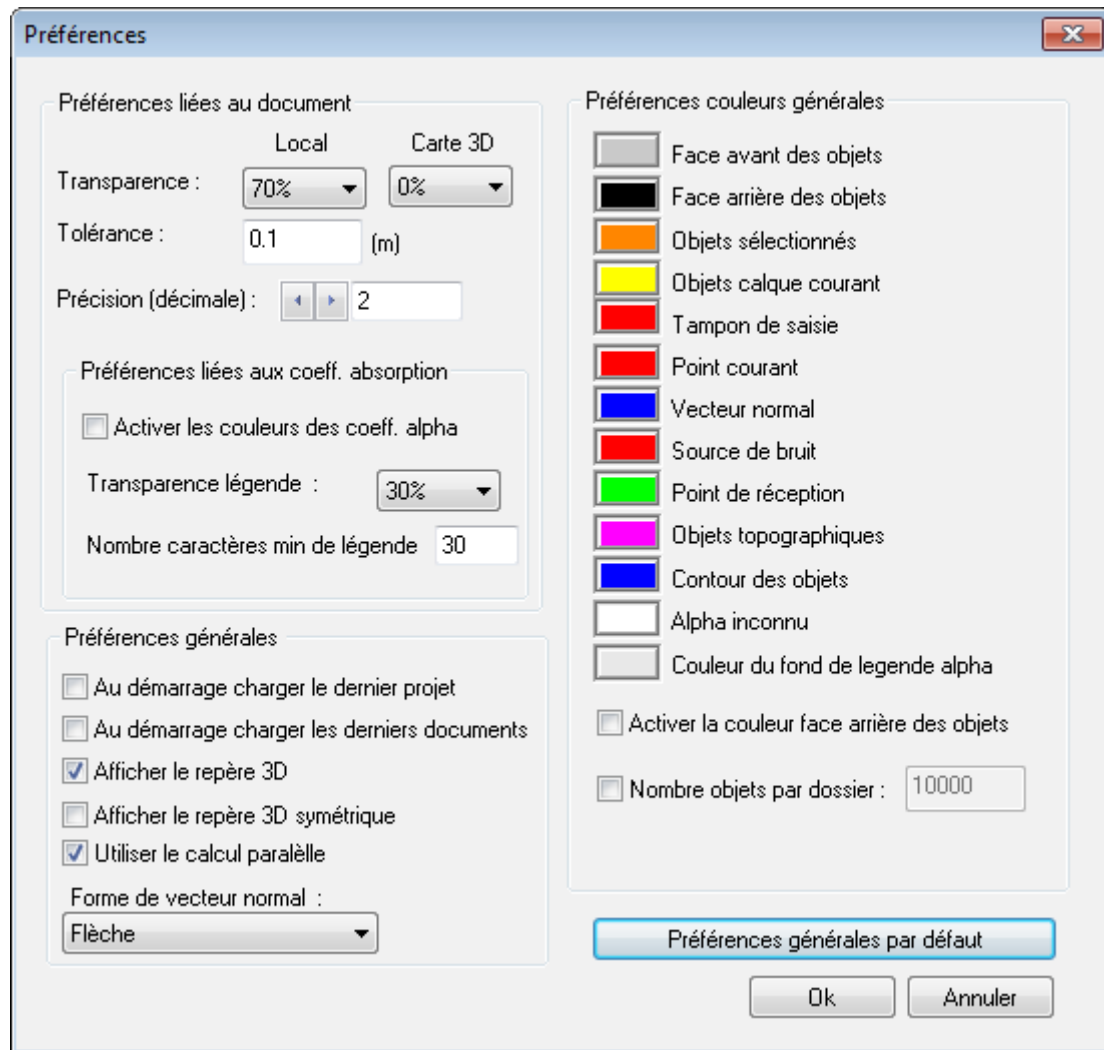

figure 12
**Icône “Préférence” dans la barre d'outils supérieure** (figure 12)